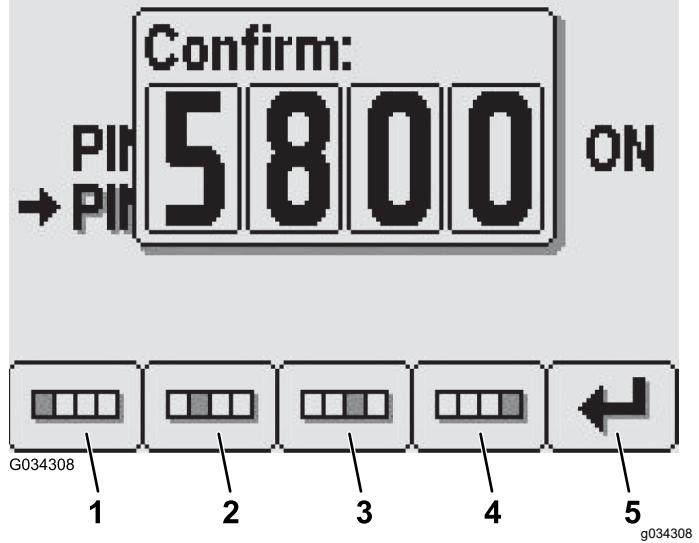

図 29
6. 確認画面で、ボタン14を使って新しい PIN コードをもう一度入力する。PIN の入力ができたら、ボタン 5 を押す図 29。
**注** PIN コード設定の承認図 29の後、PIN 修正 Pin Correct画面が約 5 秒間表示されます。